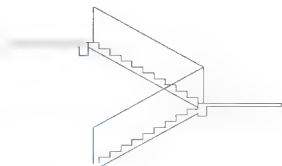

图 4.113 用【圆角】命令连接栏杆线和扶手线
(3) 启动【圆角】命令, 要求为【修剪】模式, 半径为“0.0000”, 将垂直线和斜线连接在一起, 结果如图 4.113 所示。